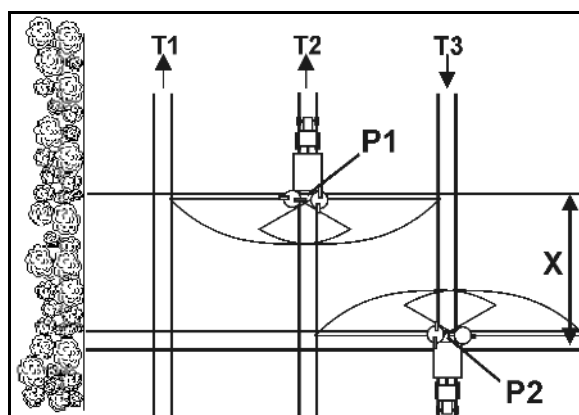

Fig. 86
- Åbn lukkeskyderen efter indkørsel i køresporet på punkt P1 (Fig. 86), hvis spredeskiverne er fjernet med strækningen X fra køresporet på forageren.
- Luk spjældet, før der køres ud fra køresporet på punkt P2 (Fig. 86), hvis spredeskiverne befinder sig i samme højde som det første sprøjtespor på forageren.